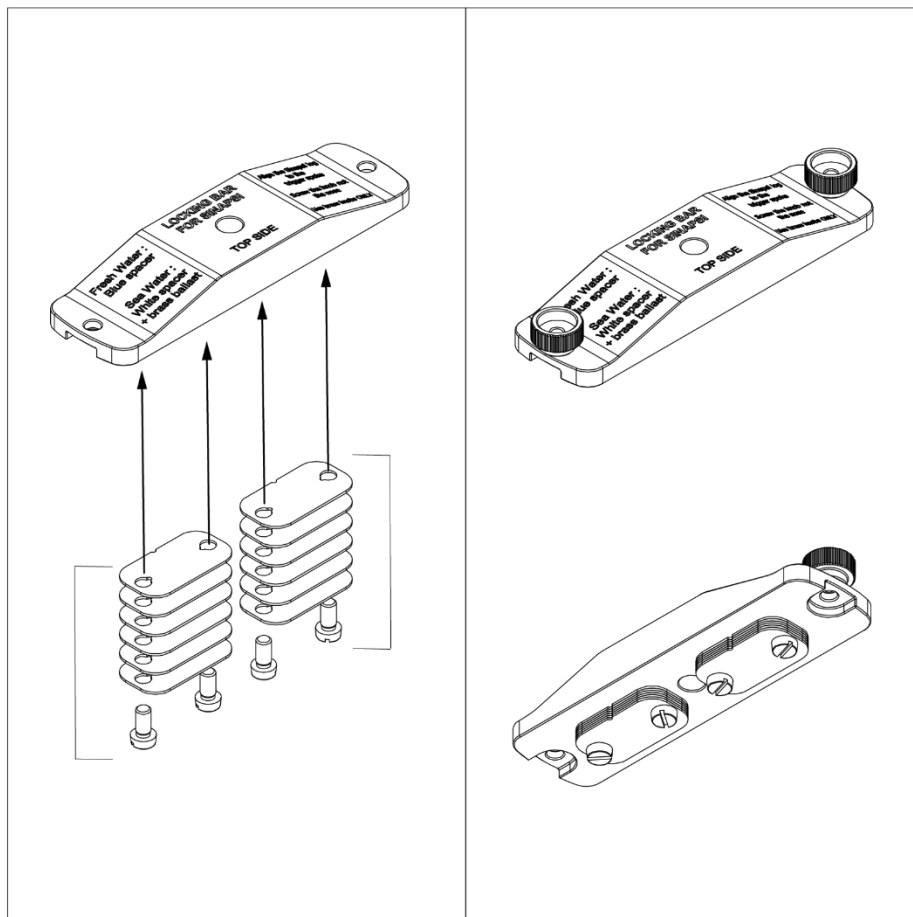

Fig 15 - Composizione elementi sulla piastra titanio
- Il peso che ne consegue è il peso TOTALE * che dovrà avere la piastra per il musone SINAPSI (piastra titanio + zavorre + viti in ottone). Per la disposizione degli elementi sulla piastra di titanio per comporre il peso totale riferirsi alla **Fig 15 - a pag. 16**, in particolare procedere nell'ordine indicato:
- Fissare massimo tre unità di zavorra sul lato inferiore della piastra a sinistra (1 - **Fig 15 - a pag. 16**).
- Fissare massimo tre unità di zavorra sul lato inferiore della piastra a destra (2);
- Fissare massimo due unità di zavorra sul lato superiore e centrale della piastra in titanio (3);